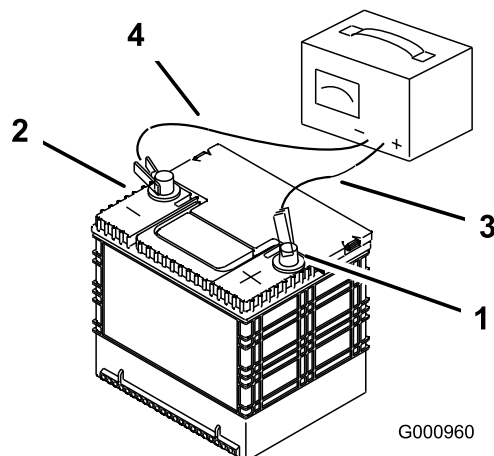

Figura 66
3. Cuando la batería esté completamente cargada, desconecte el cargador de la toma de electricidad, luego desconecte los cables del cargador de los bornes de la batería (Figura 66).